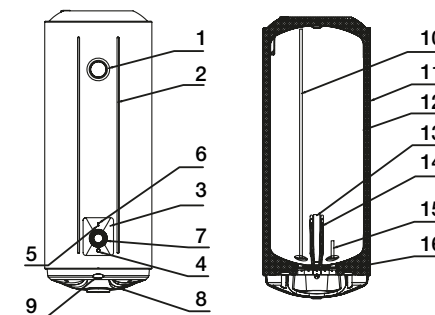

Рис. 1
1. Водонагреватели этой серии оснащены одним электрическим нагревательным элементом и могут работать в режиме полной или половинной мощности соответственно 1500 Вт или 750 Вт (водонагреватели емкостью 150 л в режиме мощности 2400 Вт или 1200 Вт). После подключения к источнику питания начнется нагрев в режиме 750 Вт (1200 Вт). Когда горит индикатор «Full power», значит включен режим полной мощности. Режим мощности регулируется нажатием кнопки «Р» (рис. 1, п.4), одновременно будут гореть лампочка нагрева (рис. 1, п.5) и индикатор полной мощности (рис. 1, п.6).
полной мощности. С помощью ручки регулятора нагрева (рис. 1, п 7) установите требуемый уровень нагрева воды в диапазоне от min до max. Степень нагрева воды будет отображаться на шкале термометра (рис. 1, п 1). Режим «ECO» - экономичный режим, на шкале нагрева соответствует температуре 50-55°C. Нагрев воды отключается автоматически и включается для подогрева автоматически.